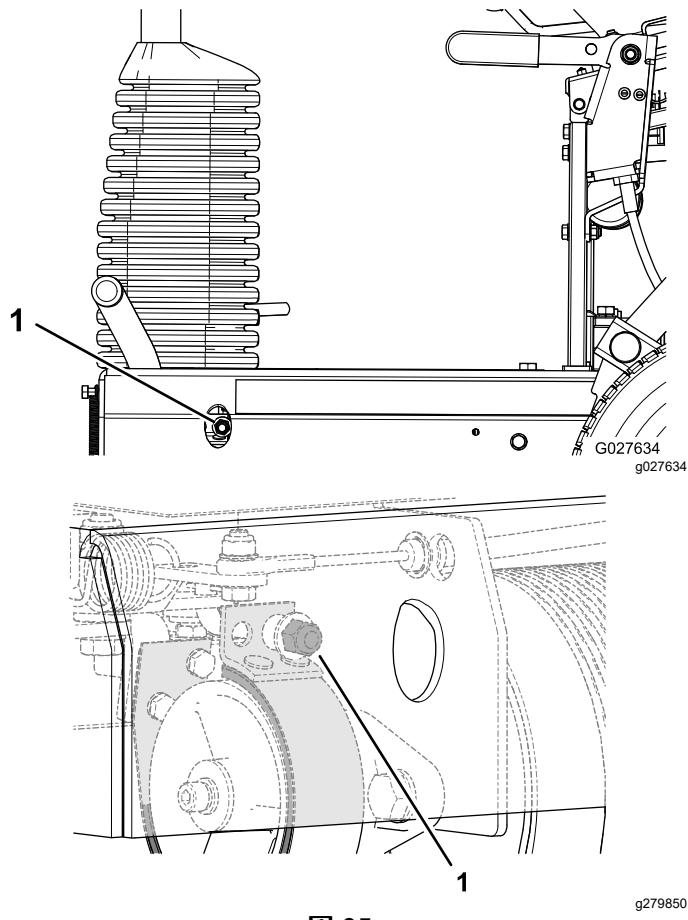

図 35
- ・ ブレーキの効きを強くするにはブレーキロックナットを右回しに締め付ける 図 35。
- ・ ブレーキの効きを弱くするにはブレーキロックナットを左回しにゆるめる 図 35。